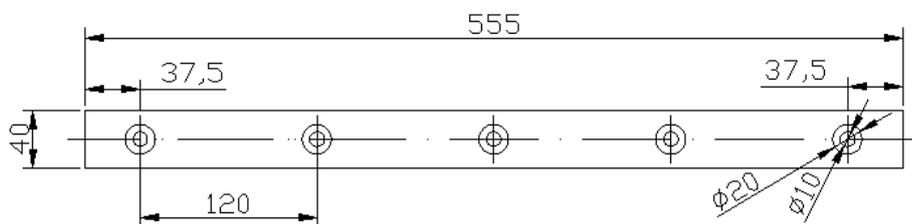

Рис. 1.38. Пример фрагмента учебного чертежа накладки
37. Выполните учебный пример - построение чертежа накладки в масштабе **1:1** (Рис. 1.38). Размеры на чертеже не проставляйте.